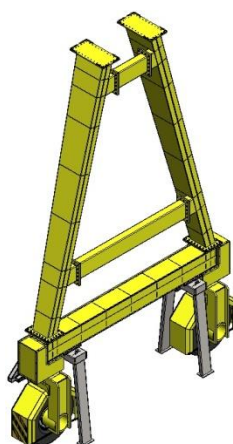

Figura 2 - Pernas sobre Cabeceiras com Cavaletes
- 2º passo: Fixar as pernas nas cabeceiras com os parafusos que acompanham o equipamento, conforme a Figura 2;